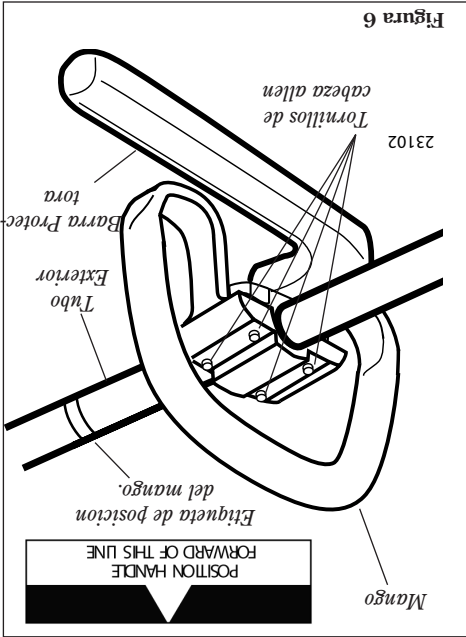

Figura 6
2. Aloje los cuatro tornillos de cabeza allen en el mango y rote el mango hasta que la barra barrera esté posicionada horizontalmente al lado izquierdo de la máquina. Consulte la figura 6.